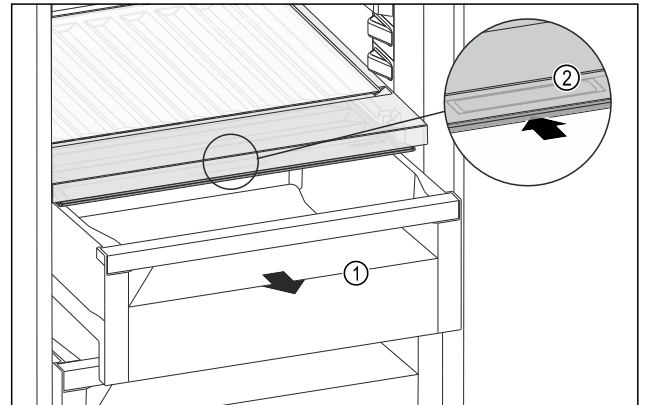

Fig. 159
- Estrarre il cassetto Fig. 159 (1).
- Afferrare la maniglia incassata Fig. 159 (2) sul coperchio dello scomparto e spingere allo stesso tempo all'indietro il coperchio dello scomparto.